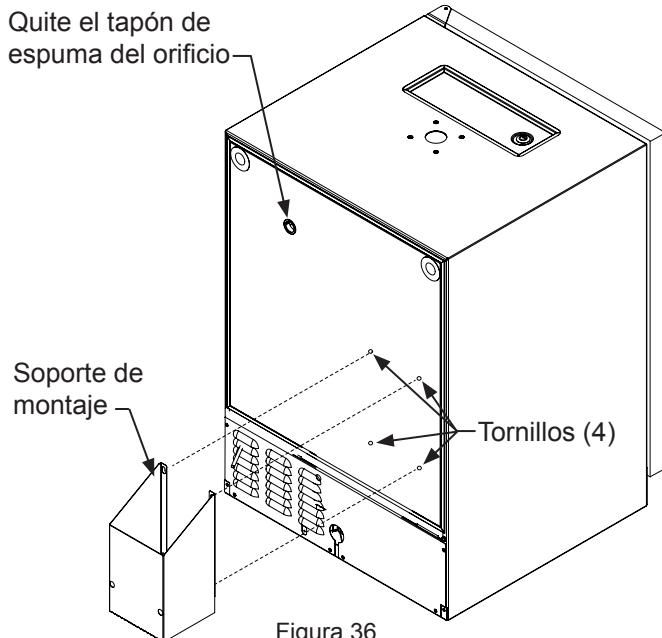

Figura 36
Monte los (4) tornillos (tornillos mecánicos de cabeza plana, #10-32 x $\frac{3}{4}$ "), suministrados con el soporte, en la parte posterior del artefacto. Vea la Figura 36. No los apriete por completo. Coloque las ranuras tipo bocallave de las pestañas del soporte sobre los cuatro tornillos, y apriételos para sujetar el soporte a la parte posterior del gabinete. El soporte puede también sujetarse al gabinete adyacente mediante los tornillos para madera #10 x $\frac{3}{4}$ " provistos.
Quite el tapón de espuma del orificio, como se muestra en la Figura 36, y pase la línea roja de CO₂ a través de la pared posterior y hacia afuera de la cubierta del serpentín, en el interior del gabinete. Conecte la línea roja de CO₂ al acoplador del barril.